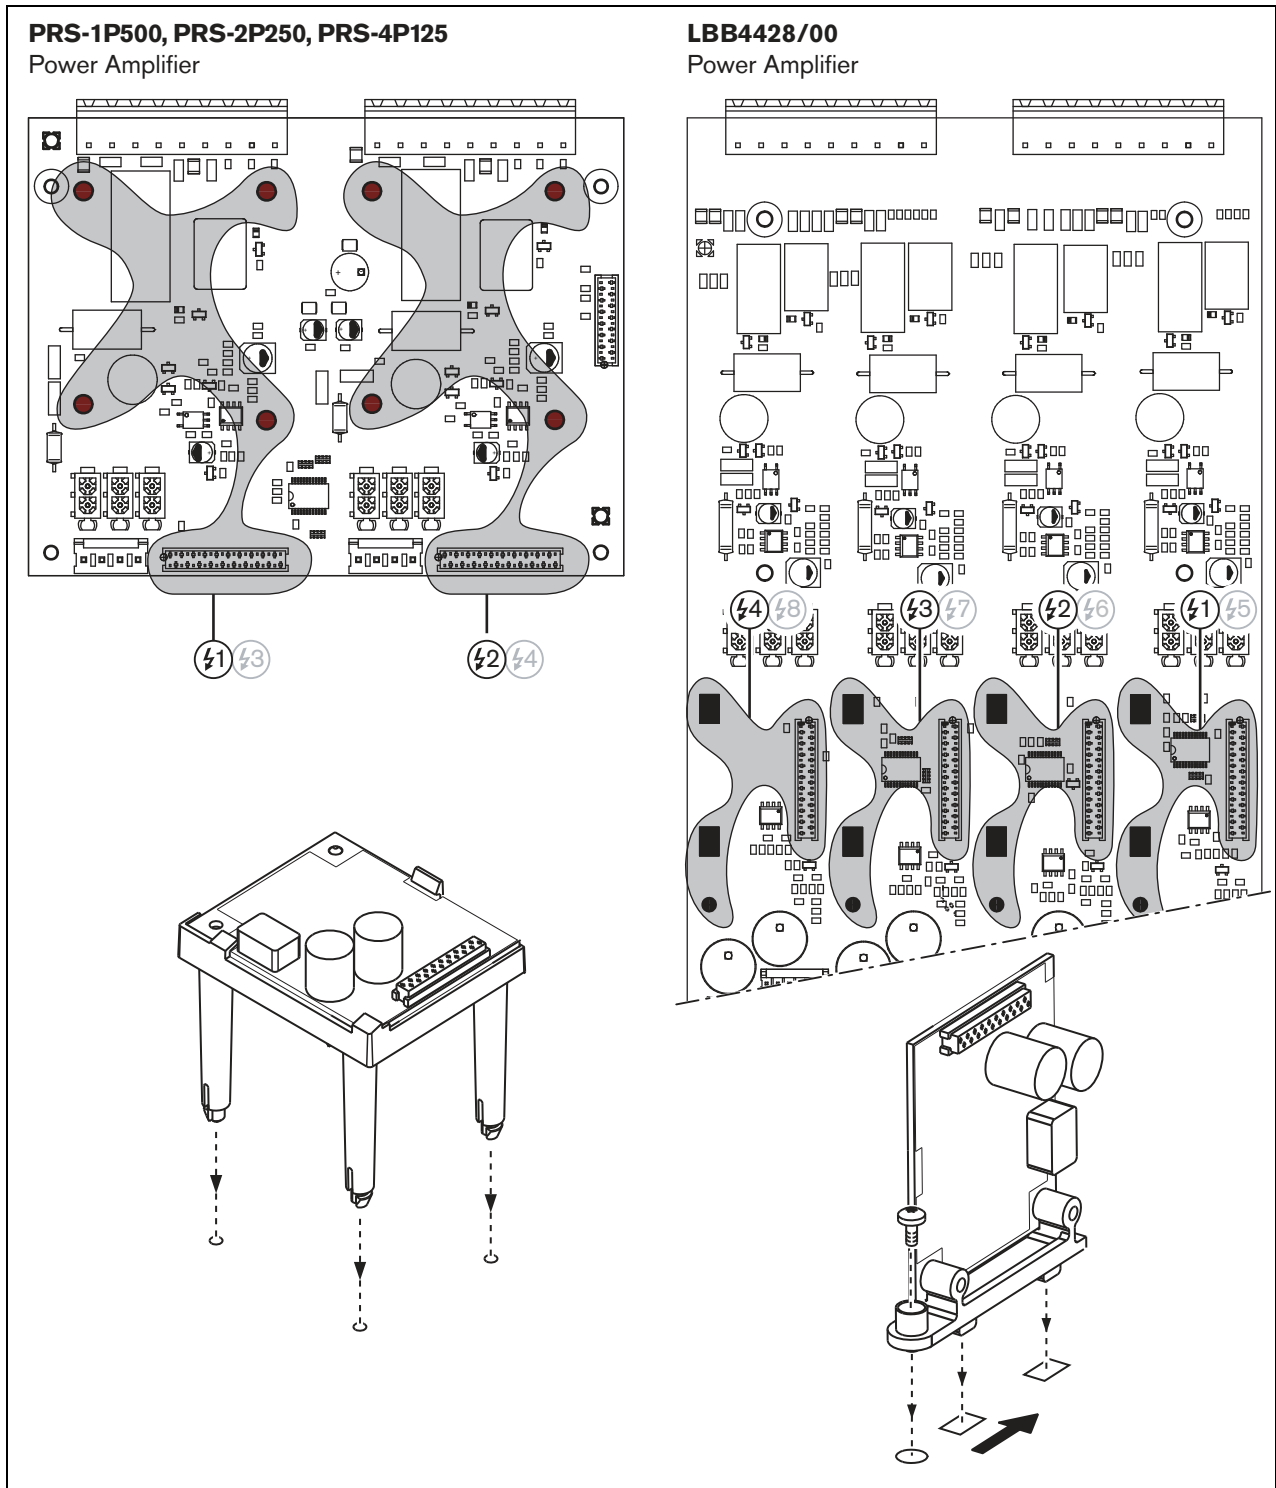

рисунок 12.4: Монтаж платы Supervision-master
- 1 Снимите крышку с усилителя мощности и найдите выходную плату (см. рисунок 12.4).